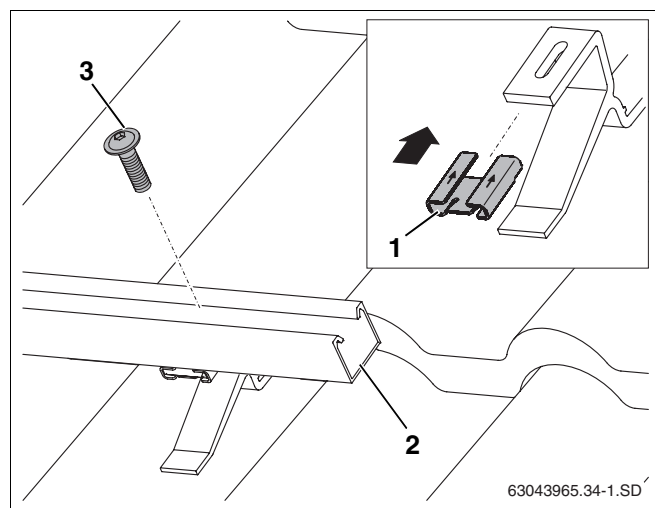

Fig. 32 Fissaggio delle guide profilate con i ganci da tetto
- Spingere il dado scorrevole (fig. 32, **pos. 1**) sul gancio da tetto nella direzione indicata dalla freccia.
- Disporre le guide profilate inferiori (fig. 32, **pos. 2**) sui ganci da tetto e stringere la vite M8 (fig. 32, **pos. 3**) ma senza serrare, cosicché le guide profilate possano ancora essere allineate.